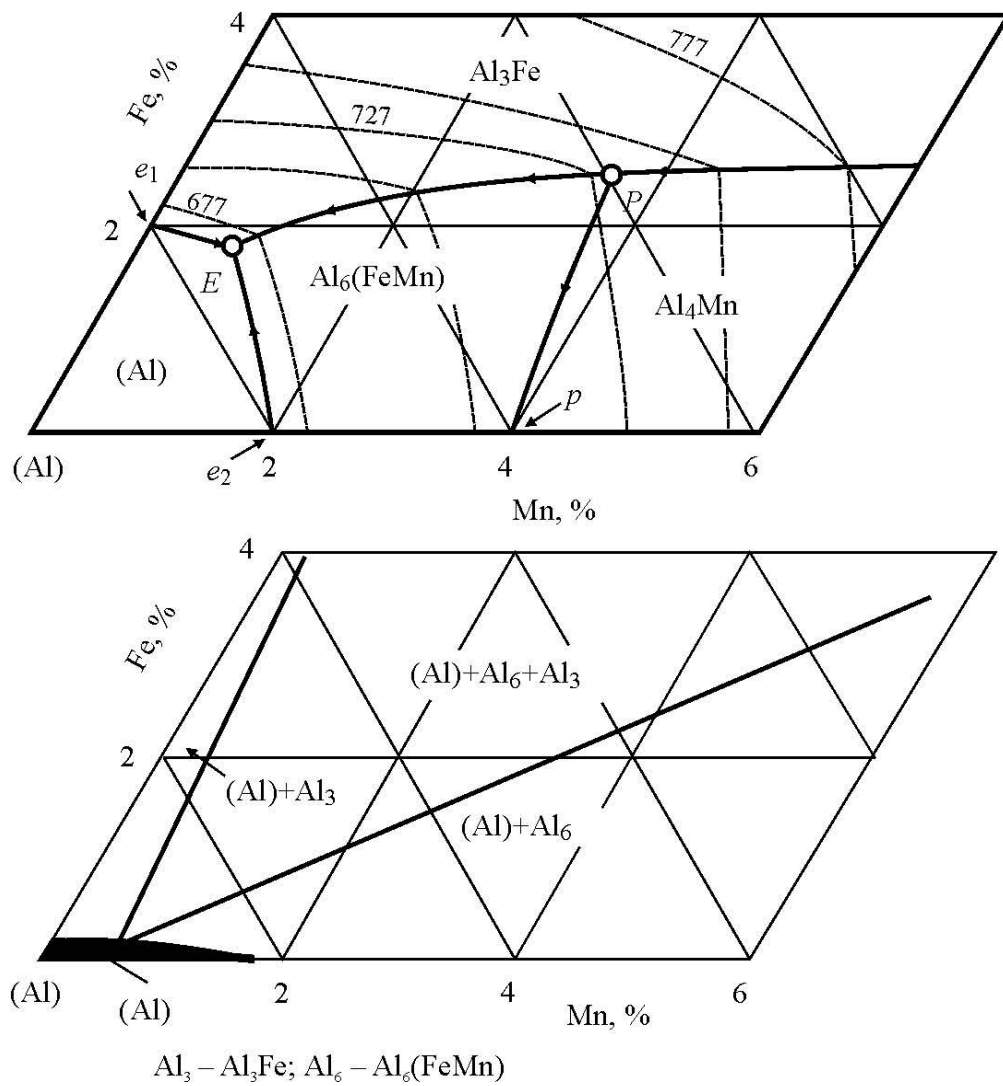

Рис.6. Диаграмма состояния системы Al–Fe–Mn:
2. Построить кривую охлаждения сплава $Al-1,5\%Fe-2\%Mn$ (указать реакции) – рис.6
2. Оценить состав первой капли жидкости при нагреве сплава $Al-0,5\%Fe-2\%Mn$ (обосновать ответ) – рис.6